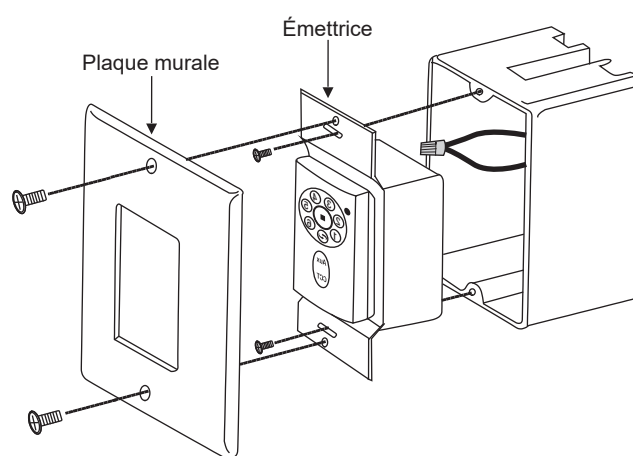

Figure 19
b. Rentez soigneusement les connexions des fils à l'intérieur de la boîte de sortie. Utilisez les vis fournies pour fixer l'émetteur mural et la plaque murale à la boîte de prise. (Fig.19)